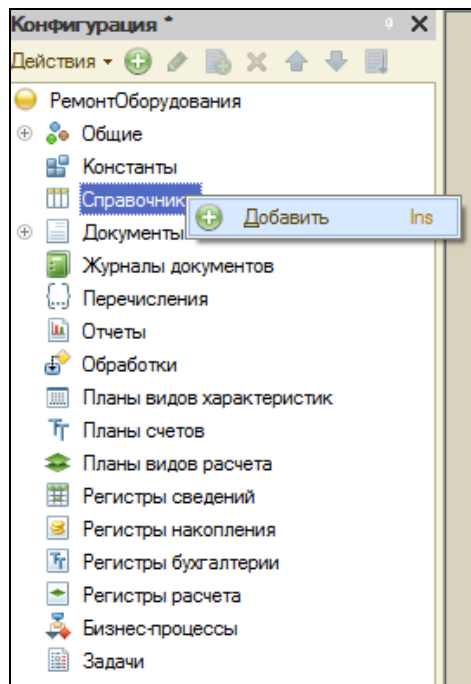

Рис. 10. Добавление нового Справочника
1. Правой кнопкой мыши щелкнем по **Справочники** в конфигураторе (рис. 10) и выберем **Добавить**.